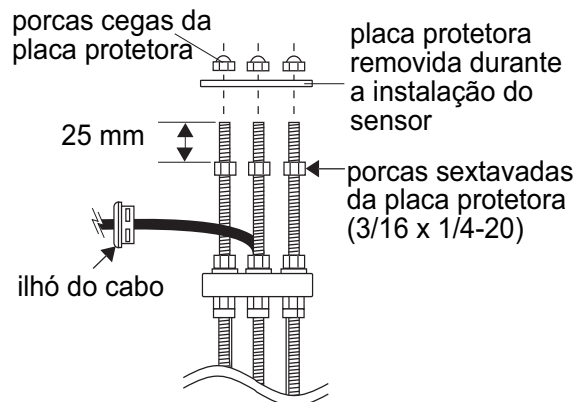

Fig. 13
G. Posicione a placa de apoio da ferramenta de instalação, girando-a de modo que esteja a aproximadamente 40 mm da montagem giratória. Monte a ferramenta de instalação, passando as hastes rosqueadas pelos buracos na placa de apoio da ferramenta, apoiando a placa de apoio nas porcas sextavadas da placa protetora. Assegure-se de que as abas da montagem giratória estejam localizadas **entre** as hastes (e não sobre elas). Instale as porcas cegas da placa de apoio. Aperte as porcas cegas da placa de apoio para fixar a ferramenta de instalação (fig. 13).